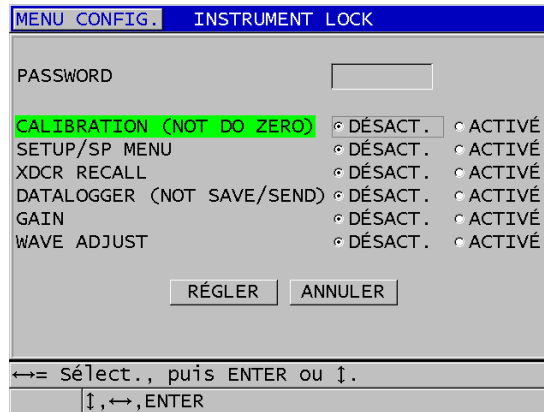

Figure 8-9 Écran INSTRUMENT LOCK
3. Dans l'écran **INSTRUMENT LOCK** (voir la Figure 8-9 à la page 144) :